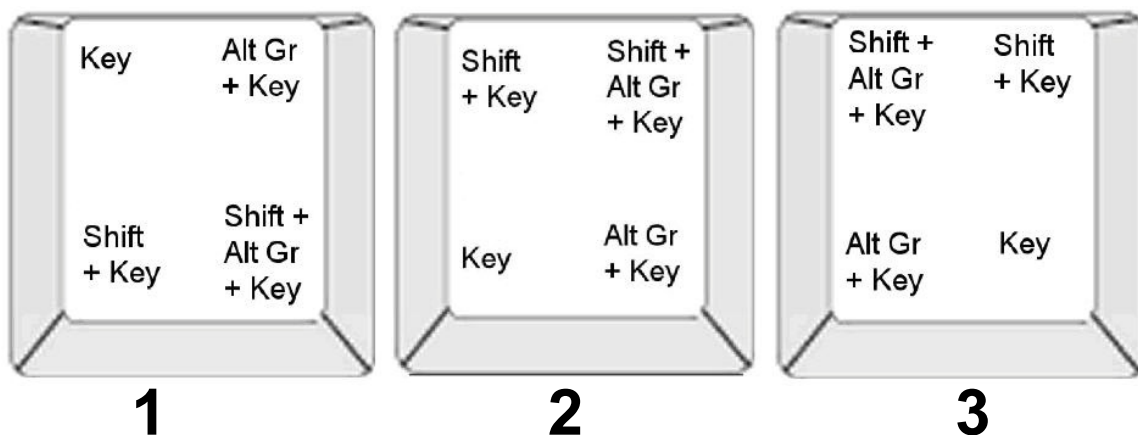

Abbildung 4-1. Tastenkombinationen
Tastencaps zeigen Zeichen in einer von vier Positionen an (siehe Figure 4-1). Die Zeichenposition auf der physikalischen Taste zeigt an, wie die Zeichen mit der <Umschalt-> und <Alt Gr>-Taste aufgerufen werden können.
2. Geben Sie die entsprechende Tastenkombination ein (siehe Figure 4-1). In der Tabelle sind Beispiele für Tastenkombinationen aufgeführt.